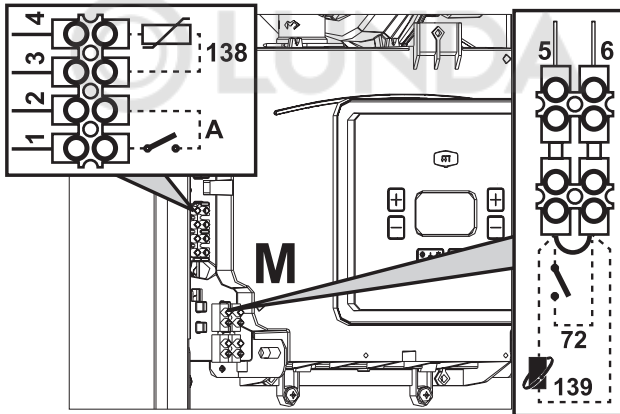
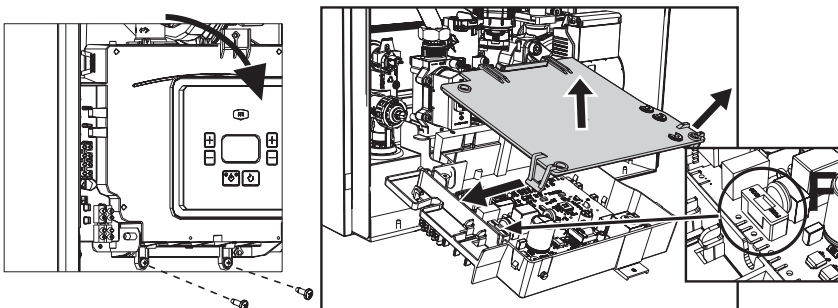

Рис. 18
Рис. 19
После снятия передней панели (см. «Открытие передней панели» на стр. 32) можно получить доступ к клеммной колодке (M) и предохранителю (F), действуя как показано на рис. 18 и рис. 19. Клеммы, указанные на рис. 18, должны быть с беспотенциальными (сухими) контактами (не 230 В). Расположение клемм для различных соединений показано на электрической схеме на рис. 44.
**Конфигурация выключателя ON/OFF (А рис. 19)**